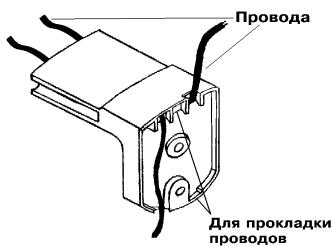

Рис.4
- Удалите в кронштейне заглушки, которые будут использоваться для прокладки проводов. Провода пропустите через каналы кронштейна и закрепите кронштейн в выбранном месте на стене (рис.4).